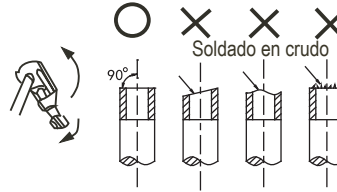

Fig.7-1
- Cortar un tubo con un cortatubos. (Consulte Fig. 7-1).